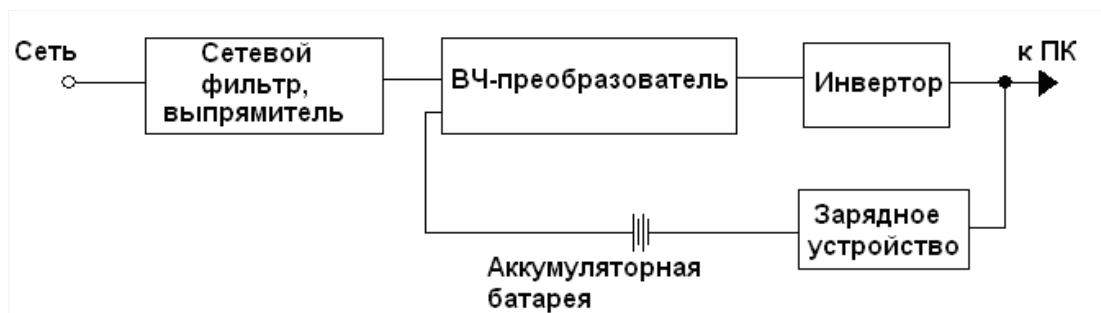

Рисунок 27 – Структурная схема ИБП с двойным преобразованием
2. ИБП архитектуры on-line – интерактивные ИБП или источники с двойным преобразованием. В них входное переменное напряжение с помощью выпрямителя преобразуется в постоянное и поступает на высокочастотный (ВЧ) преобразователь (рисунок 27). С выхода ВЧ-преобразователя напряжение высокой частоты поступает на инвертор и с него на выход устройства. Необходимость применения ВЧ-преобразователя обусловлена тем, что значительные изменения напряжения сети преобразуются в относительно небольшие изменения частоты ВЧ-сигнала на его выходе. Дело в том, что электроника ПК более критична к изменению уровня питающего сетевого напряжения, чем к его частоте. Зарядное устройство и аккумулятор подключены непосредственно к выходу ИБП. Этим достигается нулевое время переключения и стабильность параметров выходного переменного напряжения ИБП. Кроме того, конструкция ИБП типа on-line обеспечивает гальваническую развязку между промышленной сетью и блоком питания ПК. Источники бесперебойного питания архитектуры on-line имеют более высокую стоимость и применяются, когда необходима надежная и качественная защита жизненно важного оборудования, часто работающего круглосуточно (например, серверы сетей, медицинское оборудование, персональные компьютеры, выполняющие особо важные функции).